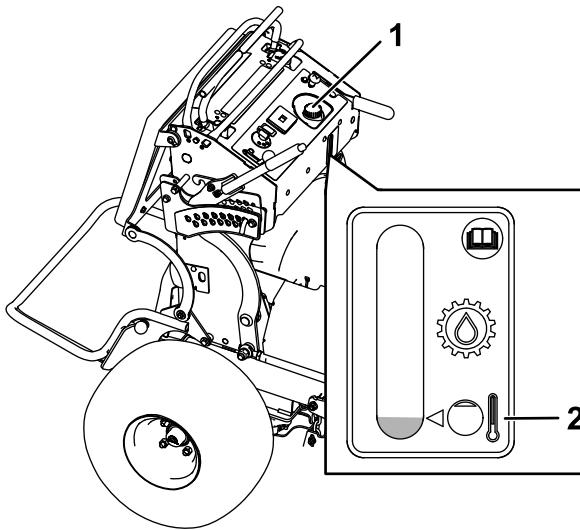

Bild 77
- Reinigen Sie den Bereich um den Deckel und den Einfüllstutzen des Hydraulikölbehälters (Bild 77).
- Drehen Sie den Deckel vom Einfüllstutzen ab (Bild 77).